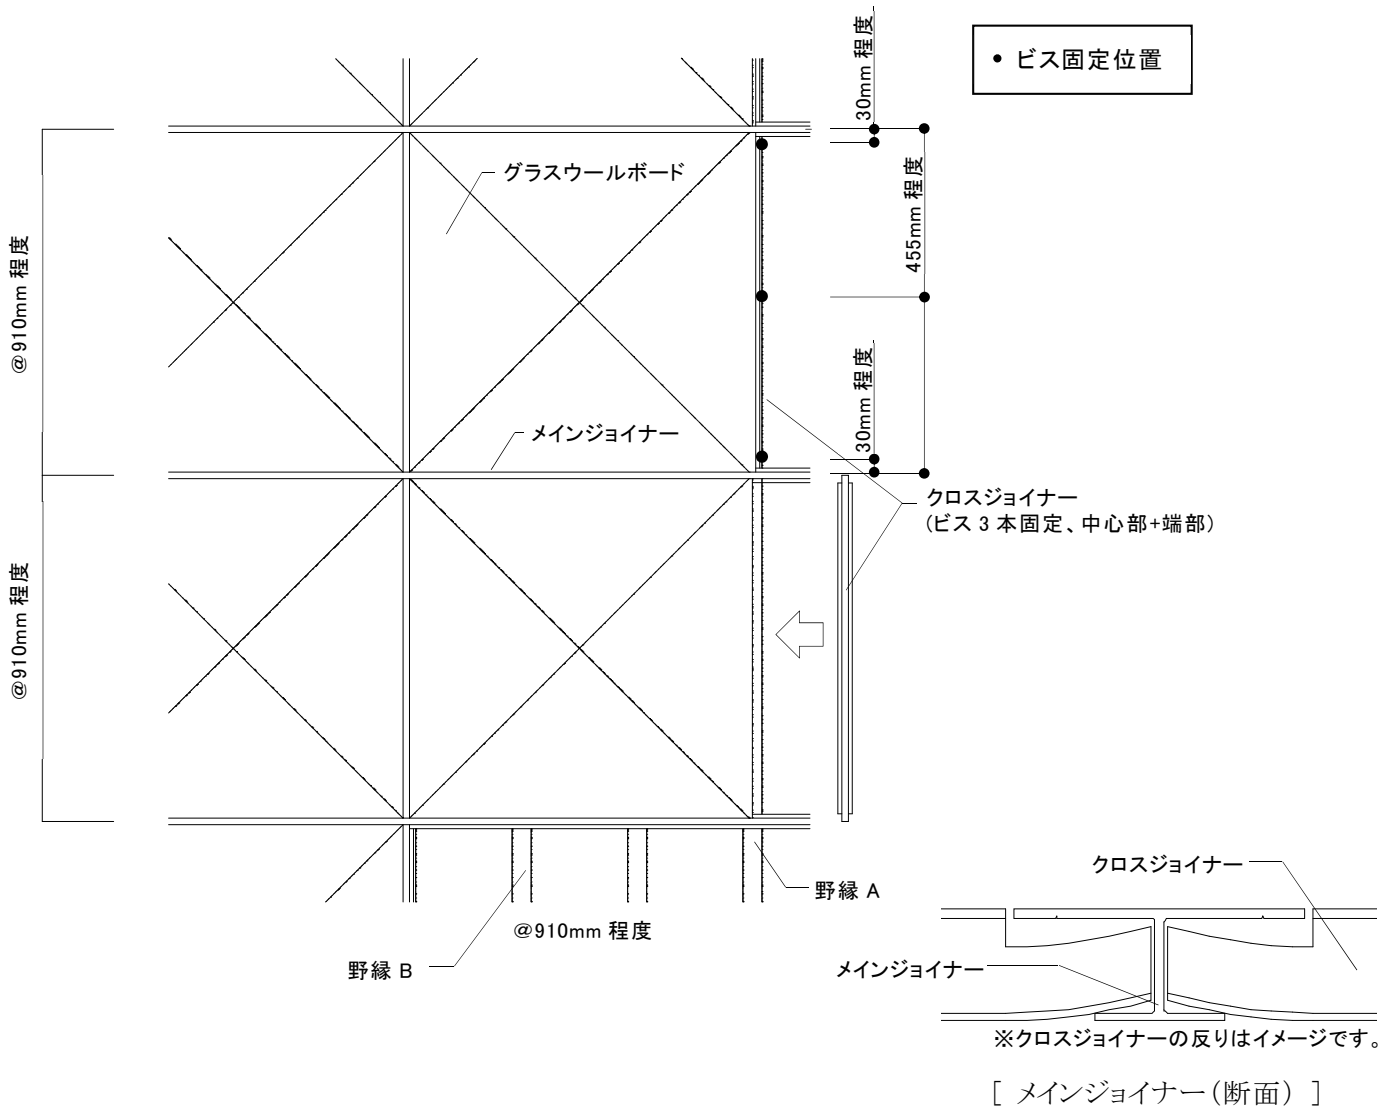

図 2-6-1 クロスジョイナーの取付け
- ① グラスウールボードの取付け後、クロスジョイナーを野縁と平行方向に配置する。
- ② クロスジョイナーは@910mm で配置し、通りを確認しながらビス固定(計 3 箇所)する。(図 2-6-1 参照)